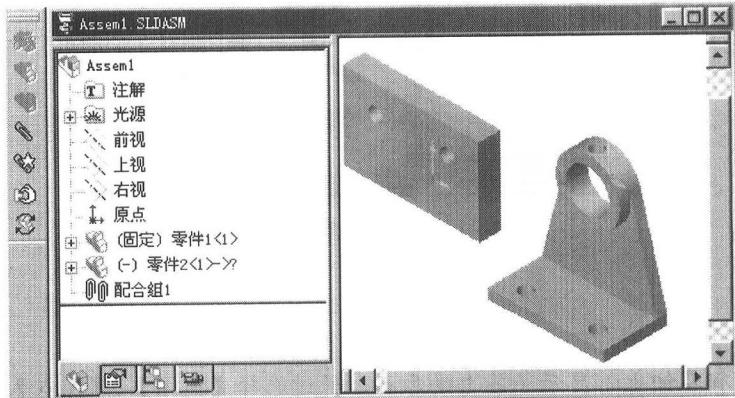

图 1-5 导入零件
- (3) 此时鼠标显现为带有装配体形状的箭头 ，一般固定件放置在原点，单击原点则插入零件 1。特征管理器中的零件 1 前面自动加有“固定”，表明其已定位。
- (4) 重复步骤 (1) ~ (3)，用同样的方法导入零件 2，零件 2 可放置在任意点，如图 1-5 所示。